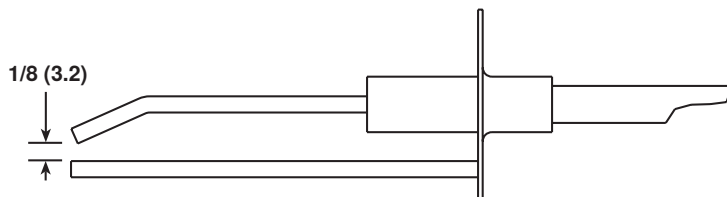

Figure 24. Écartement des pointes de l'allumeur
- L'écart d'allumage (voir Figure 24) doit être maintenu à 1/8 pouce.